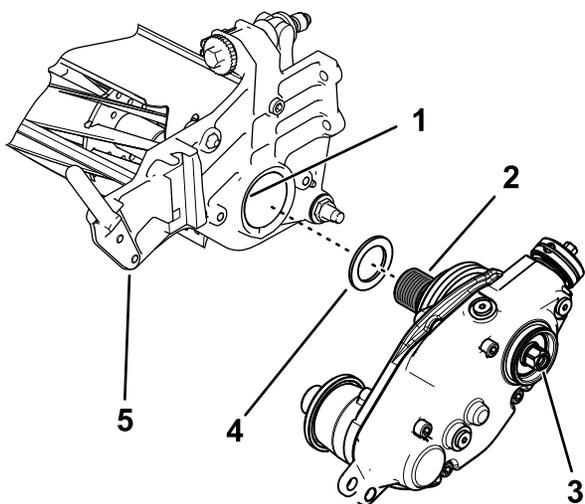

図 7
2. リールアダプタのねじ山にシムワッシャを取り付ける 図 7。
4. リールシャフトにグルーマ駆動ボックスを取り付ける 図 7。
17-18 kg·m = 100-110 ft-lbにトルク締めする 図 7を参照。